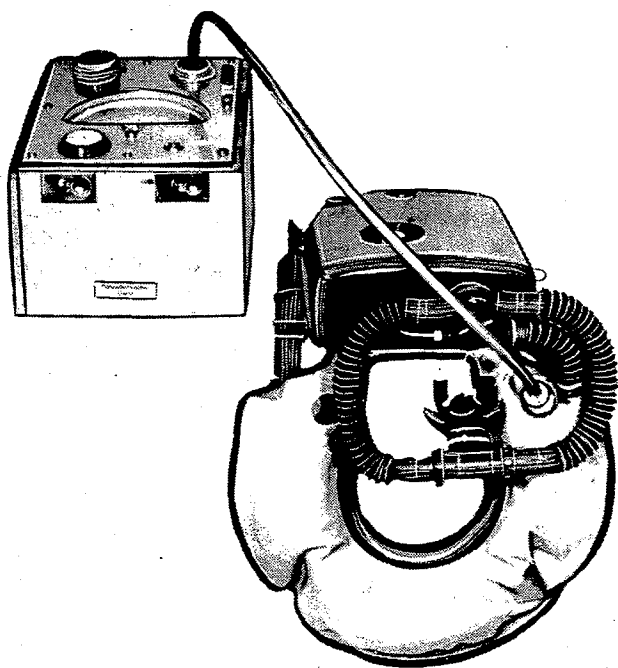

Bild 22 Überprüfung des Atembeutels auf Dichtheit
- b) Atembeutel über den Schlauchanschluß mittels Prüfschlauch 64017 mit dem Universalprüfgerät verbinden (Bild 22) und faltenfrei aufhängen.